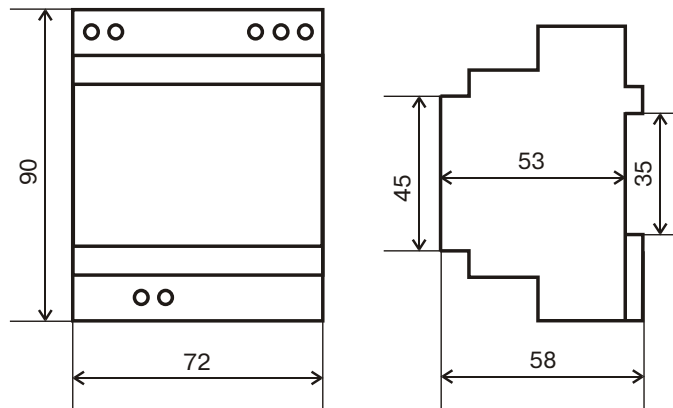

Рис.1 Габаритные и установочные размеры
2.9. Габаритные и установочные размеры реле приведены на Рис.1.